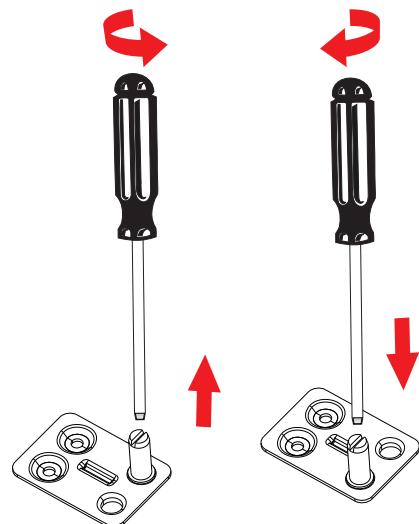

Fig. 12
- Retire la espiga de la bisagra superior (fig. 12) con un destornillador de ranura y vuelva a enroscar la espiga en el orificio opuesto.